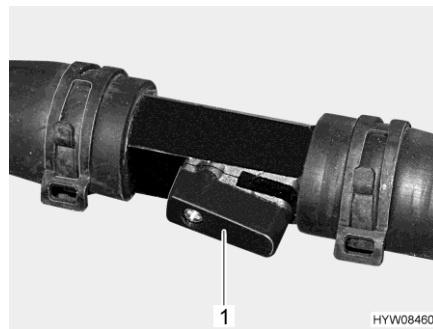

Bild 179 Absperrhahn (geöffnet)
- Den Hebel (Bild 179,1) parallel zur Rohrleitung stellen (Bild 179). Je weiter der Absperrhahn geöffnet wird, desto höher ist die Heizleistung.
- Den Hebel (Bild 179,1) quer zur Rohrleitung stellen. Der Heizkreislauf erfolgt über die Umgehungsleitung.